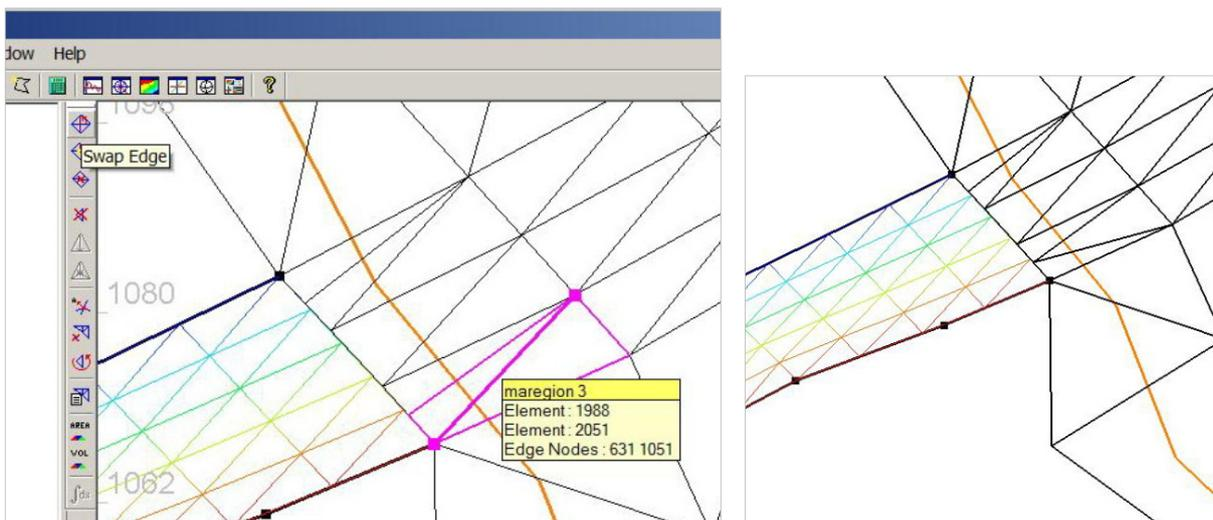

FIGURE 2.15 – Sélection d'une face d'un élément pour l'inverser
- Si on désire réduire le nombre de voisins de certains nœuds, ou aligner plus régulièrement une série de triangles on peut inverser des faces des éléments. Par exemple, double cliquez sur la face qu'on veut inverser, Cliquez dans la barre d'outils d'édition sur le bouton **SWAP EDGE – TOUCHE ESCAPE** (Fig. 2.15)